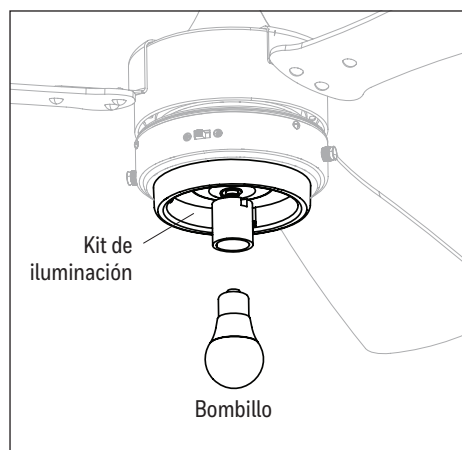

Figura 5.8
8. Instale la bombilla LED de base E26 en el portalámpara del kit de iluminación. **Importante:** asegúrese de que la bombilla y el kit de iluminación se enfríen antes de reemplazar la bombilla (Figura 5.8).